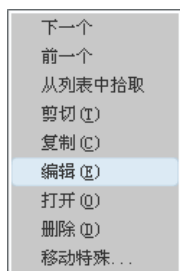

图 9.4.6 OLE 对象快捷菜单
- Step2. 选中要修改的对象，然后右击，系统弹出图 9.4.6 所示的 OLE 对象快捷菜单。